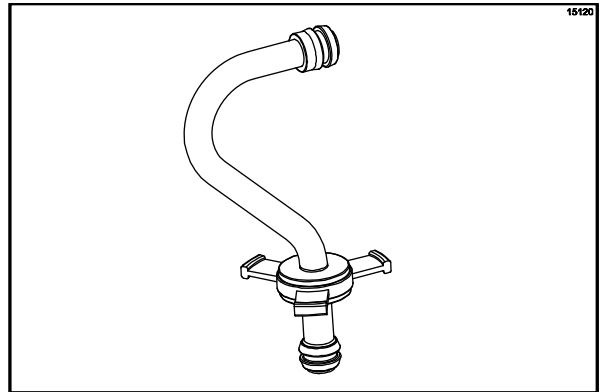

Abbildung 151
10. Die Zulaufrohr-Baugruppe montieren. Den Sicherungsring in die Rille des Zulaufrohrs schieben. (Siehe Abbildung 151.)